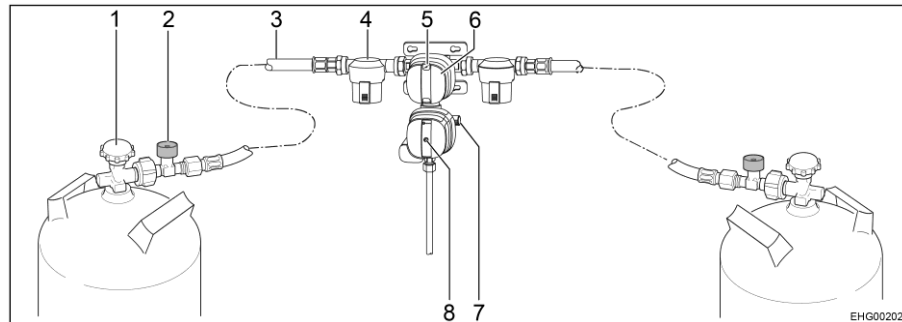

Fig. 133 Système de réglage de la pression de gaz de sécurité DuoControl CS
Le système de réglage DuoControl se compose d'une valve de commutation et d'un capteur de crash. Le système de réglage DuoControl est monté entre les tuyaux haute pression (Fig. 133,3) avec une sécurité de rupture de tuyau (Fig. 133,2). Un bouton rotatif (Fig. 133,6) situé sur la valve de commutation permet de définir laquelle des bouteilles de gaz est celle de service et laquelle est celle de réserve.
L'état de l'alimentation en gaz est affiché sur le regard (Fig. 133,5) :
Le capteur de crash coupe l'arrivée du gaz en cas de secousses importantes (par exemple accident). L'état de service du capteur de crash est reconnaissable à la position du bouton Reset jaune (Fig. 133,8) :
- Quand le bouton Reset jaune (Fig. 133,8) est enfoncé, le capteur de crash est opérationnel.
- Quand le bouton Reset jaune (Fig. 133,8) n'est pas enfoncé, le capteur de crash **n'est pas** opérationnel. Mise en service voir ci-dessous.
La sécurité de rupture de tuyau (Fig. 133,2) coupe l'arrivée de gaz quand le tuyau raccordé se rompt. La sécurité de rupture de tuyau s'active en appuyant sur la touche verte.
- Choisir la bouteille de gaz avec le bouton rotatif (Fig. 133,6) de la valve de commutation à partir de laquelle le gaz sera utilisé principalement (bouteille de service). Toujours tourner le bouton rotatif à fond.
- Ouvrir les robinets principaux (Fig. 133,1) des bouteilles de gaz.
- Appuyer sur la touche verte de sécurité de rupture de tuyau (Fig. 133,2) pendant environ 5 secondes. Le repère vert est affiché sur le regard (Fig. 133,5).
- Quand le capteur de crash s'est déclenché (le bouton Reset jaune (Fig. 133,8) n'est pas enfoncé) :
Enfoncer fermement le bouton Reset (Fig. 133,8), le tourner légèrement dans le sens des aiguilles d'une montre et le maintenir environ 5 secondes enfoncé. S'assurer que le bouton Reset reste en position enfoncée ("opérationnel").
- Fermer les robinets principaux (Fig. 133,1) des bouteilles de gaz.
Le voyant de contrôle vert (Fig. 134,6) s'éteint durant le fonctionnement et le voyant de contrôle rouge (Fig. 134,5) s'allume quand la bouteille de service est vide et doit être remplacée. Le repère rouge est indiqué sur le regard (Fig. 133,5) de la bouteille de gaz correspondante. La bouteille de réserve alimente les appareils à gaz.
- Tourner le bouton rotatif (Fig. 133,6) à fond en direction de la bouteille de gaz actuellement utilisée. Cette bouteille de gaz devient alors la bouteille de service, la bouteille vide devient celle de réserve. Le repère dans le regard (Fig. 133,5) passe du rouge au vert.
- Fermer le robinet principal (Fig. 133,1) de la bouteille de gaz vide. Observer le sens de la flèche.
- Appuyer sur la touche verte de la sécurité de rupture de tuyau (Fig. 133,2).